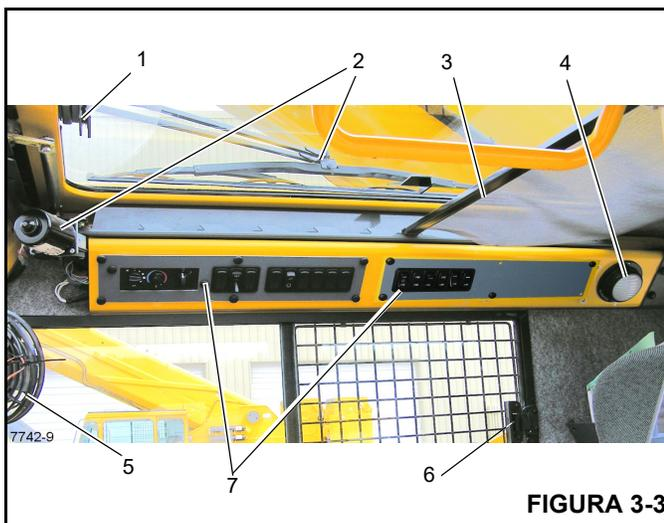

FIGURA 3-3
El pestillo de la ventana del techo (1, Figura 3-3) se encuentra en la parte delantera de la ventana. Apriete el pestillo y deslice la ventana hacia atrás para abrirla. Para cerrar, deslice la ventana hacia adelante hasta que el pestillo se trabase.
El limpiacristal del techo (2, Figura 3-3) se controla por medio del interruptor del limpiacristal (4), y su funcionamiento es controlado por el motor del limpiacristal (2).
La visera de la ventana del techo (3, Figura 3-3) se utiliza para reducir la luz solar directa. La visera es autorretraíble y se puede utilizar para filtrar el ingreso de luz solar o se puede ajustar hacia atrás y trabarse en las muescas provistas.
La luz superior de la cabina (4, Figura 3-3) se encuentra en la esquina trasera derecha de la consola superior de la cabina y provee iluminación a la cabina. La luz superior del techo se controla por medio de un interruptor ubicado en la lámpara misma.
El ventilador de circulación de la cabina (5, Figura 3-3) se encuentra en el lado delantero izquierdo de la cabina, encima del marco de la ventana. Una unión giratoria permite girar el ventilador y en su base se encuentra el interruptor de control. El interruptor tiene las posiciones alta, baja y apagado.
El Interruptor de atenuación (5, Figura 3-4) controla la iluminación de la pantalla del tablero superior (7, Figura 3-3), presione el interruptor para aumentar o disminuir la iluminación del tablero.